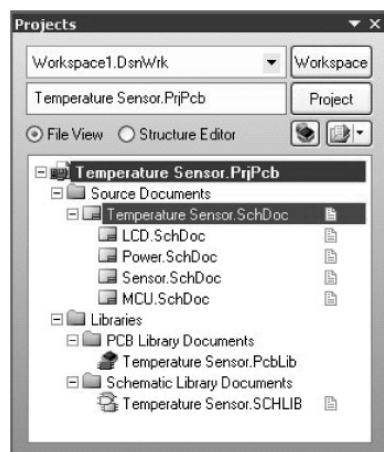

图 3.11 编译完成后界面
- (1) 创建顶层图,在温度传感器工程中添加新的原理图文件,设置图纸规格并保存。
- (2) 选择 Design→Create Sheet Symbol from Sheet or HDL 命令。
- (3) 在 Choose Document to Place 对话框中,选择 Sensor. SchDoc。
- (4) 图纸符号将以浮动光标形式出现,在图的合理位置放置图纸符号,两个图纸接入点在方框图左侧,因为是依据 I/O 类型放置的,所以输入及双向点在左边,输出点在右边。拖动左边的两个点到右边。
- (5) 重复上述步骤分别为多张图纸创建图纸符号。
- (6) 如果器件可以在默认状态下安装的两个集成库中找到会很方便,如果没有则可以添加或自建集成库。保存顶层图,完成设计进程中的捕获阶段。
- (7) 为确保这个设计的层次是正确的,先编译一下。选择 Projects→Compile PCB Project→Temperature Sensor. PrjPcb,编译整个工程,并保存。编译完成后,工程的层次表将展现出来,如图 3.11 所示。